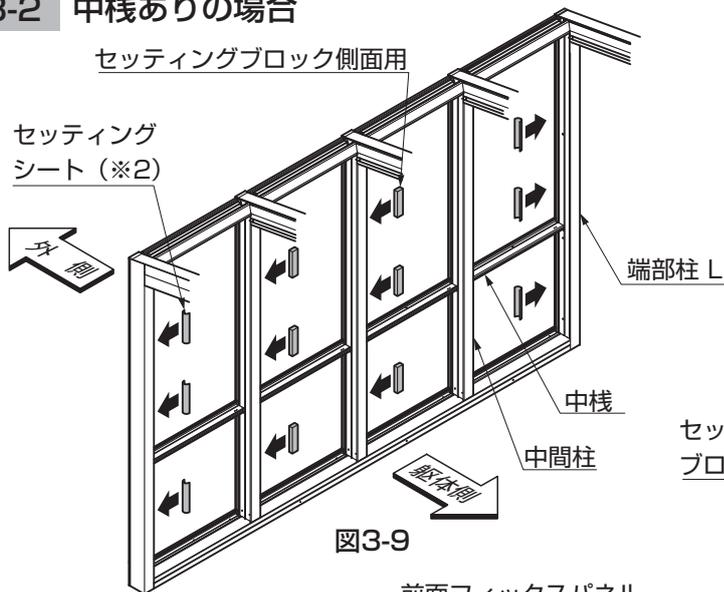

図3-9
① セッティングブロック側面用を、中間柱の片側に取付けてください。(図3-9参照)